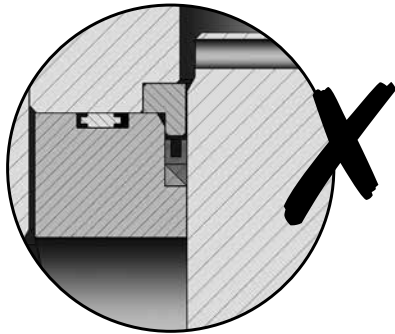

图 7A：密封环安装错误：下支撑环 90° 角背对伸出间隙
1. 将阀座环垫圈 (11) 装入阀体 (25)。
2. 将衬套 (18) 装入阀体 (25)，确保它在阀座环垫圈 (11) 上正确对位。
3. 将阀芯 (20) 与阀杆 (21) 分总成装入衬套 (18)。
4. 对于平衡型阀内件设计配置 (只可用于尺寸为 1.5" 的阀门)，润滑密封环和两个支撑环 (9)，然后小心地将其套在阀芯 (20) 上。确保下支撑环直角朝向衬套与阀芯之间挤出间隙 (请参见图 7A 和 7B)，而密封件开口端朝上或背对阀座。使用密封挡圈 (第 5 步)，将平衡密封环和支撑环完全推入衬套。
- 将密封挡圈 (8) 装入衬套 (18)。对于平衡型配置，使用密封挡圈，将密封环和支撑环 (9) 完全推入衬套。
- 安装阀体垫圈 (10) 并将阀盖 (23) 组装在阀杆 (21) 上。安装阀盖时，小心不要损坏阀杆 (21)。
- 将阀座环 (19) 装入阀体 (25)，确保它在阀体内阀座环垫圈 (11) 上正确对位。
- 将衬套 (18) 装入阀体 (25)，确保它在阀座环 (19) 和阀座环垫圈 (11) 上正确对位。
- 将阀芯 (20) 与阀杆 (21) 分总成装入衬套 (18)。
- 对于平衡型阀内件设计配置，润滑密封环和两个支撑环 (9)，然后小心地将其套在阀芯 (20) 上。确保下支撑环直角朝向衬套与阀芯之间挤出间隙 (请参见图 7A 和 7B)，而密封件开口端朝上或背对阀座。使用密封挡圈 (第 7 步)，将平衡密封环和支撑环完全推入衬套。
- 将密封挡圈 (8) 装入衬套 (18)。对于平衡型配置，使用密封挡圈，将密封环和支撑环 (9) 完全推入衬套 (18)。